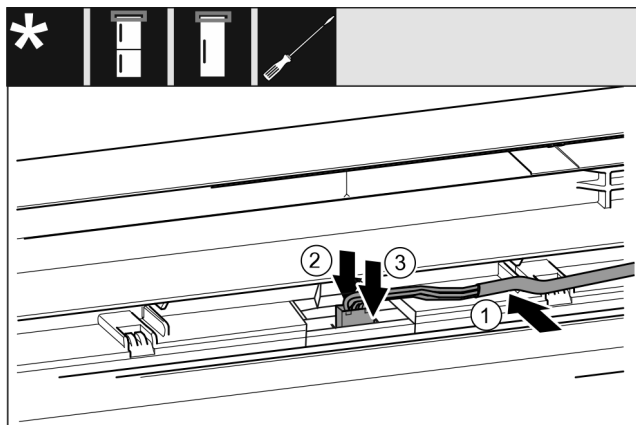

Fig. 63 Kombinace chladničky s mrazničkou / mrazničky / chladničky*
- ▶ Kabel Fig. 63 (1) vložte do vedení v horních dvířkách.*
- ▶ Západku Fig. 63 (2) zatlačte dozadu.*
- ▶ Zaklapněte zástrčku Fig. 63 (3).*